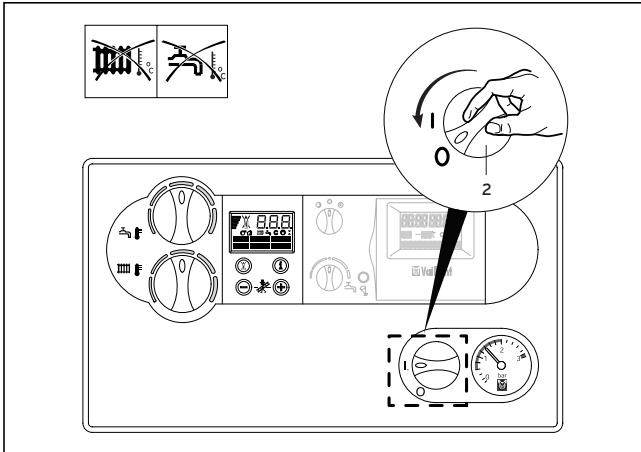

Fig. B.14: Fuldstændig udkobling
- Drej hertil hovedafbryderen (2) hen på stillingen „0“ (fig. B.14).
VVS-installatøren. Anvend ingen tilsætningsmidler til vandrensning, udover dem som Vaillant anbefaler. For at centralvarmeanlægget fungerer korrekt skal viseren på manometeret (1) stå i området mellem 1,0 og 2,0 bar for driftstrykket, når anlægget er koldt (fig. B.14). Står viseren under 0,8 bar, så fyld tilsvarende vand på. Ved centralvarmeanlæg, der forsyner flere etager med varme, kan det være nødvendigt med et højere driftstryk på manometeret for vandstanden i anlægget. Spørg VVS-installatøren om dette. Sørg for, at Deres VVS-installatør viser Dem påfyldningsarmaturerne og forklarer vandpåfyldningen hhv. aftapningen af centralvarmeanlægget.